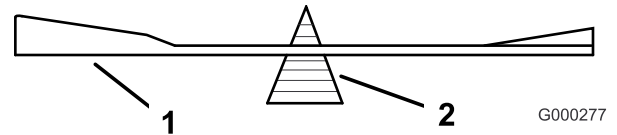
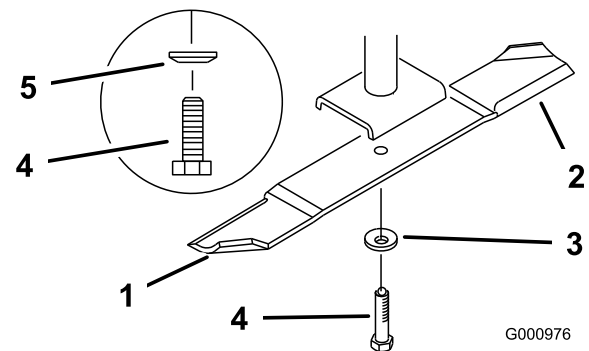

Figure 82
Figure 83
2. Vérifiez l'équilibre de la lame en la plaçant sur un équilibreur (Figure 82). Si la lame reste horizontale, elle est équilibrée et peut être utilisée. Si la lame est déséquilibrée, limez un peu l'extrémité de la partie incurvée seulement (Figure 83). Répétez la procédure jusqu'à ce que la lame soit équilibrée.
2. Retirez le boulon, la rondelle élastique et la lame de l'axe (Figure 83).
1. Placez la lame sur l'axe (Figure 83).
2. Installez la rondelle élastique et le boulon de la lame. Le cône de la rondelle élastique doit être dirigé vers la tête du boulon (Figure 83). Serrez les boulons de lame à un couple de 115 à 149 Nm.